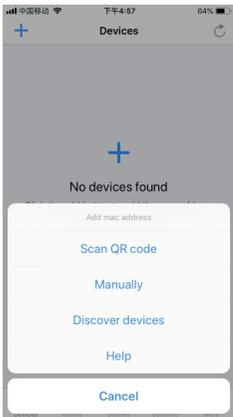
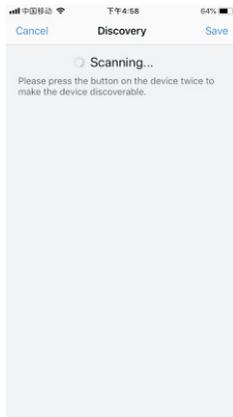

Figure 4
Figure 5
4. Exécutez l'application Easythings et cliquez sur le + » Ajoutez un appareil sur l'application, puis sélectionnez « Découvrir appareil » pour découvrir bouton Ajouter "Appareil, puis appuyez brièvement sur le bouton « Réinitialiser » du gradateur deux fois (ou réinitialisez l'alimentation du gradateur deux fois de suite) pour mettre l'appareil en mode couplage avec l'application. (comme illustré dans la figure 3 & la figure 4 & la figure 5)